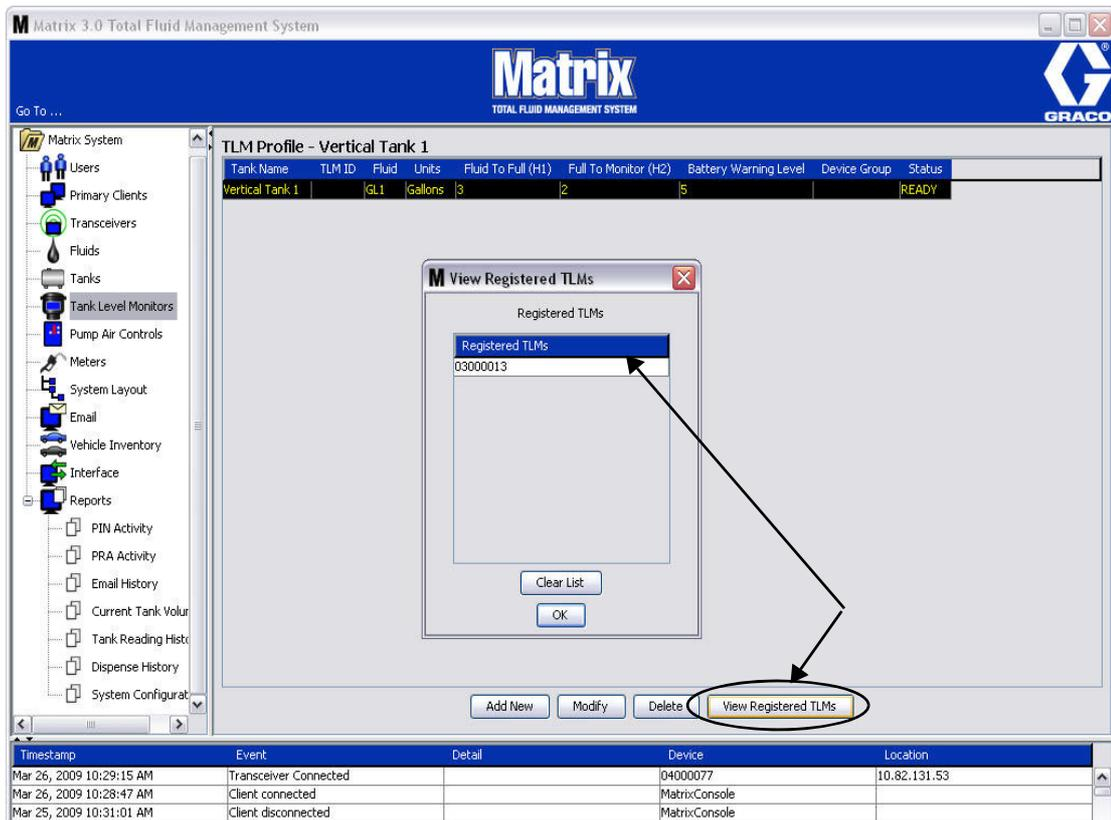

ABB. 110
8. Die Schaltfläche „Liste leeren“ entfernt alle registrierten Tankfüllstandswächter aus dem System (ABB. 110). Diese Tankfüllstandswächter müssen erneut beim Matrix-PC registriert werden. Vollständige Anweisungen zur Registrierung von Tankfüllstandswächter finden Sie in der Tankfüllstandswächter-Betriebsanleitung.